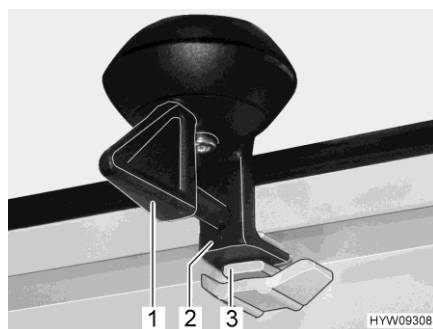

Fig. 71 Bloccaggio (posizione di ricircolo d'aria)
- Ruotare la leva (Fig. 71,1) di un quarto di giro. Il bloccaggio (Fig. 71,2) deve entrare nella rientranza superiore (Fig. 71,3).